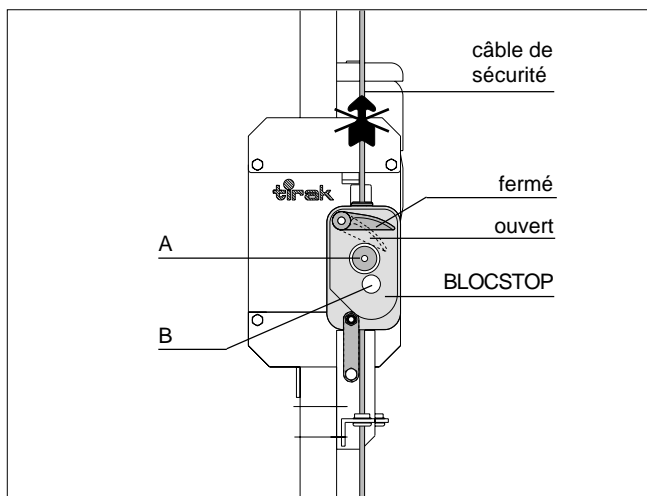

Fig. 6.3
- Appuyer sur le bouton (A). Les mâchoires doivent se fermer automatiquement et la poignée doit revenir en position "FERME" (Fig. 6.3).
- Le centrifuge doit tourner continuellement pendant le travail, surveiller sa rotation par le voyant (B).